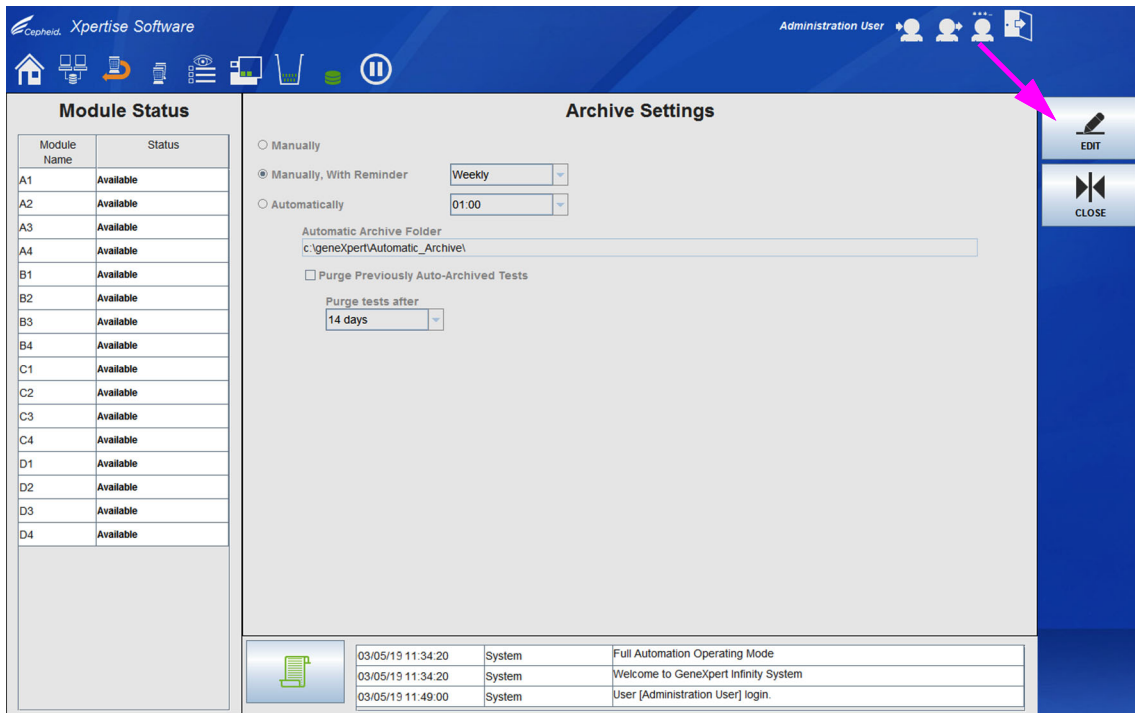
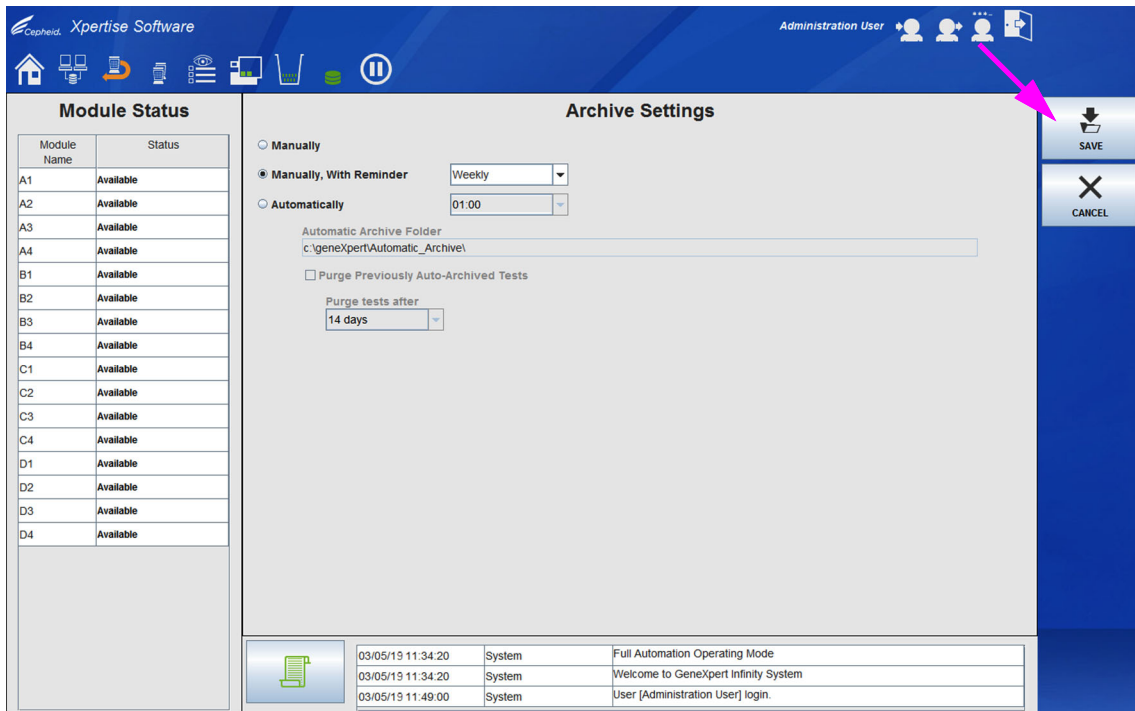

Figura 2-28. Área de trabalho Archive Settings (Definições de arquivo)
Figura 2-29. Área de trabalho Archive Settings (Definições de arquivo) ativada
3. Na área de trabalho Archive Settings (Definições de arquivo), selecione o botão **EDIT (EDITAR)** (ver Figura 2-28). A área de trabalho Archive Settings (Definições de arquivo) está agora ativa e pode ser editada conforme mostrado na Figura 2-29.
5. Depois de preencher todos os itens na área de trabalho Archive Settings (Definições de arquivo), selecione o botão **SAVE (GUARDAR)** para guardar as alterações (ver Figura 2-29) ou selecione o botão **CANCEL (CANCELAR)** para cancelar as alterações.